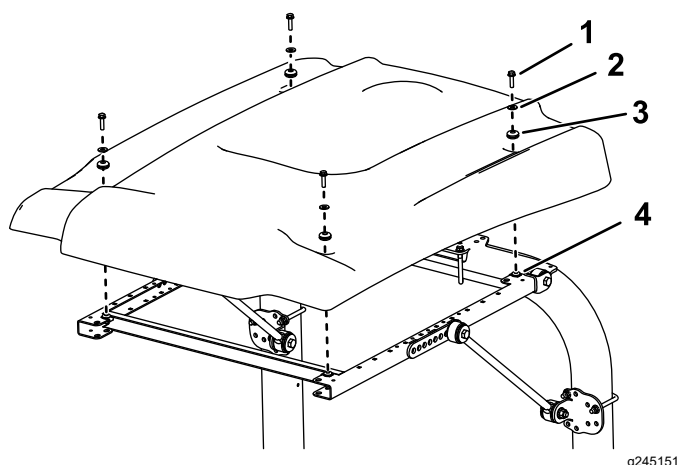

Рисунок 35
15. Выравнивая монтажные отверстия, расположите солнцезащитный навес на раме, как показано на Рисунок 35.
16. Установите каждый угол солнцезащитного навеса на раму с помощью болта с фланцевой головкой (5/16 x 1 1/4 дюйма), малой шайбы и уплотнительной втулки, не затягивая их (Рисунок 35).